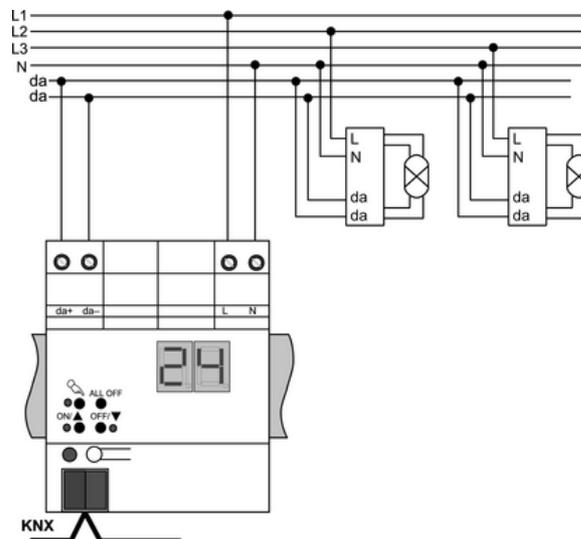

Figura 3
- Collegare l'apparecchio secondo lo schema esemplificativo (figura 3).